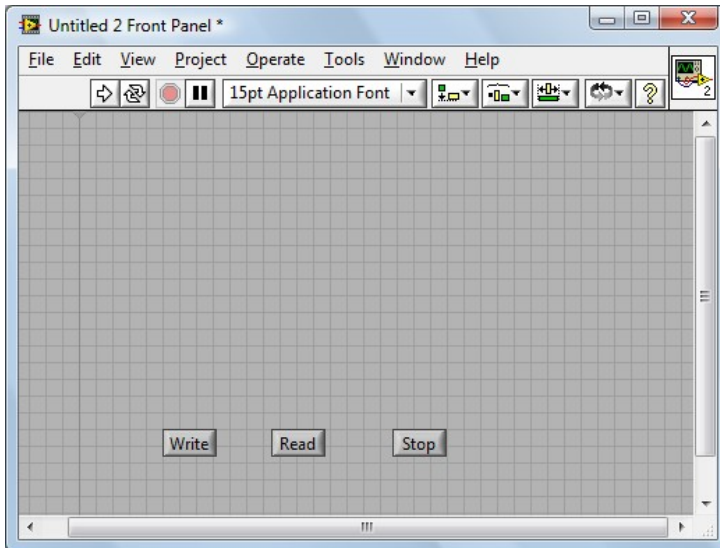

图 4-3-2
2. 从前面板选择 Controls>>Modern>>Boolean>>OK Button 放置 3 个按钮分别定义为 Write，Read 和 Stop。如图 4-3-2 所示。